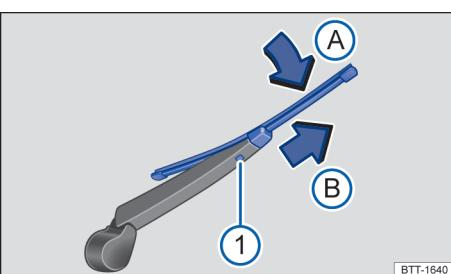

Fig. 172 Substituir a palheta do limpador do vidro traseiro.
- Manter o botão de destravamento pressionado → Fig. 172 ①.
- Inclinar a palheta dos limpadores do vidro na direção do braço dos limpadores do vidro traseiro → Fig. 172 ② (seta) e, ao mesmo tempo, retirar no sentido da seta ③. Para isso, poderá ser necessário um esforço um pouco maior.
- Introduzir a nova palheta dos limpadores dos vidros **de mesmo comprimento e versão** no braço dos limpadores dos vidros no sentido contrário ao da seta → Fig. 172 (seta ④), até que ela se encaixe. Agora a palheta dos limpadores dos vidros deverá estar em posição rebatida para fora → Fig. 172 (seta ⑤).